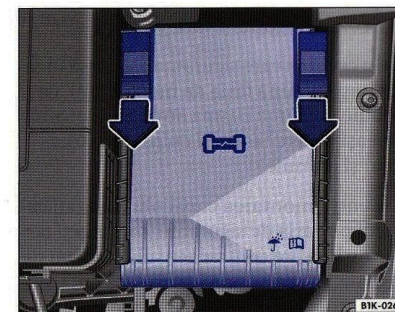

Fig. 43 În compartimentul motorului: Capacul cutiei de siguranțe.
- Împingeți tastele de blocare în față în sensul indicat de săgeată, pentru a debloca capacul cutiei de siguranțe ⇒ pagina 87, fig. 43".